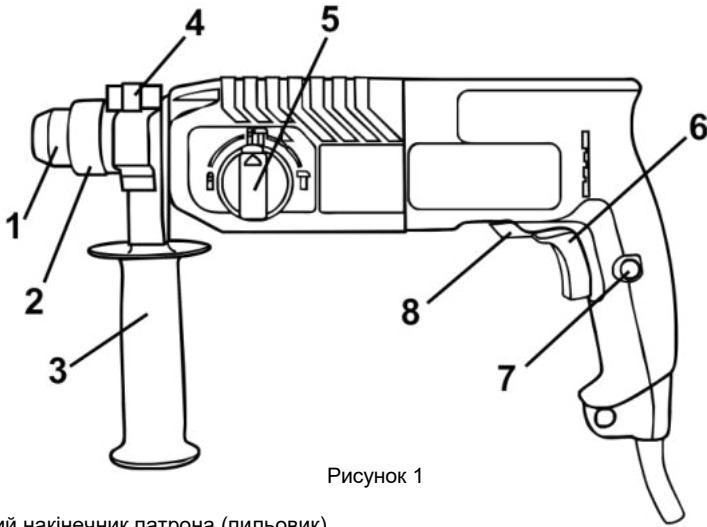

Рисунок 1
2.2.1 Виріб має несучий пластиковий корпус з вмонтованим електричним колекторним двигуном, редуктором з пневматичним ударним механізмом, на вихідному валу якого встановлюється патрон **SDS-Plus** (2) для закріплення змінних робочих інструментів з циліндричними хвостовиками системи SDS-Plus, згідно рис. 1. Корпус одночасно вміщує органи керування режимами інструменту, шнур живлення від мережі змінного однофазного струму та має опорну поверхню для встановлення передньої рукоятки (3) з можливістю фіксованого позиціонування навколо подовжньої осі виробу.
4.1 Виберіть необхідний режим роботи виробу за допомогою перемикача (5) (див. рисунок 1, таблицю 1). При необхідності встановлення свердлильного патрона – встановіть його в патрон
4.2 Для увімкнення виробу натисніть на курковий важіль перемикача (6) (рис.1). Для відключення виробу слід курок відпустити.